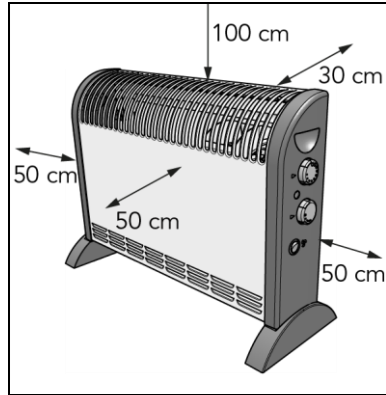

Abbildung 6
6. Platzieren Sie das Gerät mit einem Mindestabstand (Abbildung 6) von: